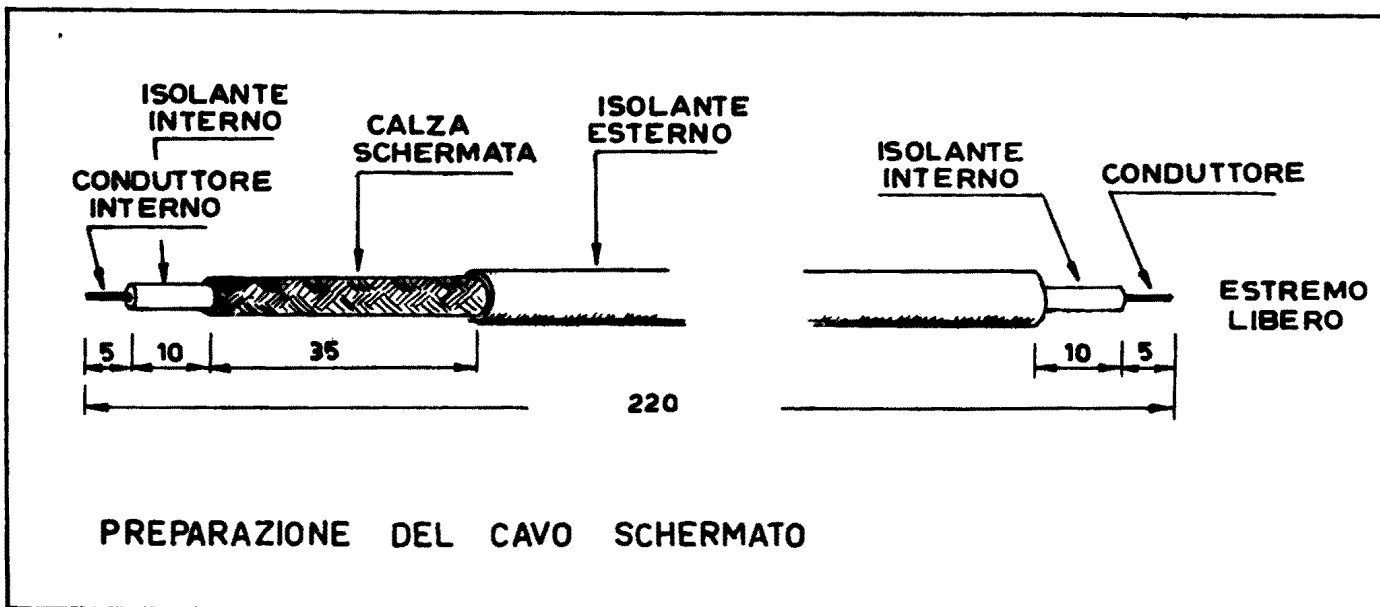
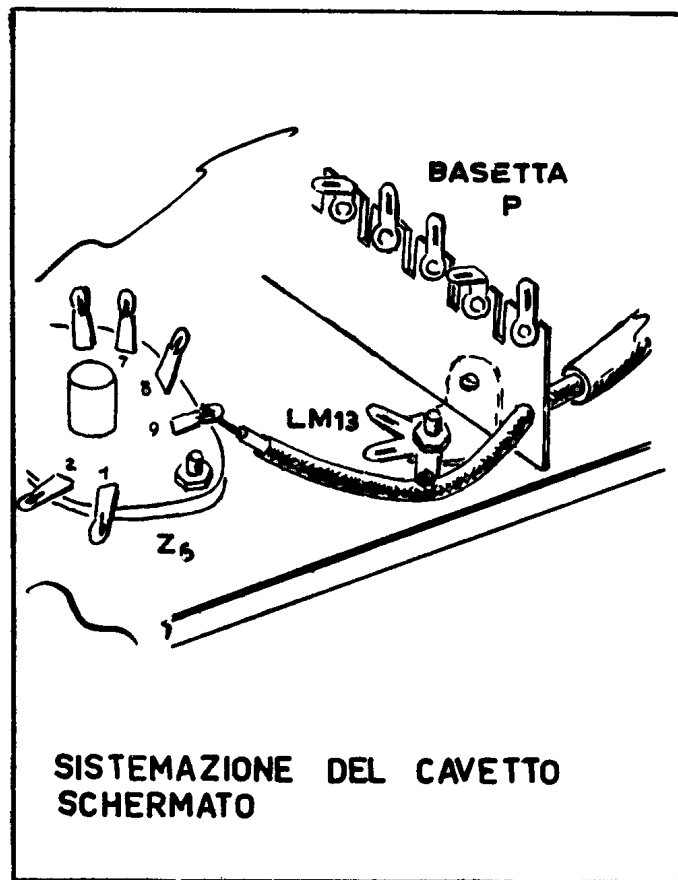

Fig. 9
Fig. 10
d) - SALDI UN FILO NUDO FRA LA LINGUETTA DEL CA70 (P) ED IL P8Z6.
e) - PREPARI UN CAVETTO SCHERMATO, DELLA LUNGHEZZA DI 22 cm, E LO COLLEGHI AL P9Z6, SALDANDO SOLTANTO LA CALZA SCHERMANTE ALLA LINGUETTA DI MASSA LM13 (fig. 9 e fig. 10).
Il cavetto schermato deve essere preparato prima di essere posto in sito. In fig. 9 è disegnato l'aspetto delle due estremità del cavetto, dopo la preparazione, ed in fig. 10 è indicata la sistemazione del cavetto stesso sul telaio. Il cavetto servirà per collegare l'attenuatore d'ingresso alla griglia del triodo dello stadio di ingresso. Per ora ci sarà utile al fine di introdurre i segnali sull'amplificatore verticale.